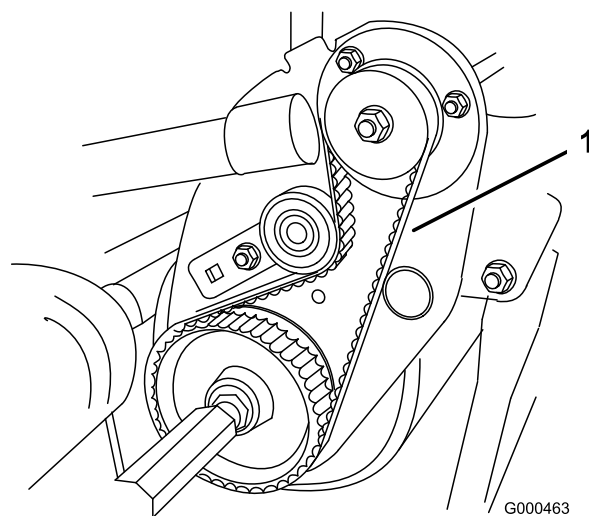

图45
2. 使用  $1.80 \pm 0.45\text{kg}$  的力按压滑轮之间皮带轮（图45）中间的位置，检查皮带的张紧力。皮带应下压 4.8~7.9mm。如果下压不正确，请转至下一步。